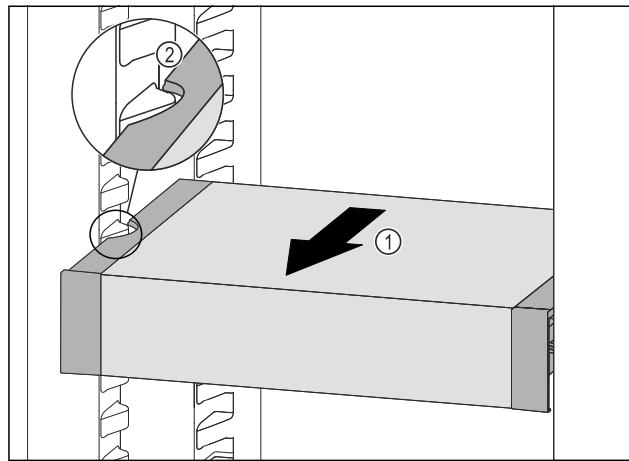

Fig. 67
- ▶ VarioSafe nach vorne ziehen Fig. 67 (1), bis sich die seitlichen Aussparungen des VarioSafes auf Höhe der Behälterrippe im Kühlteil befinden. Fig. 67 (2)